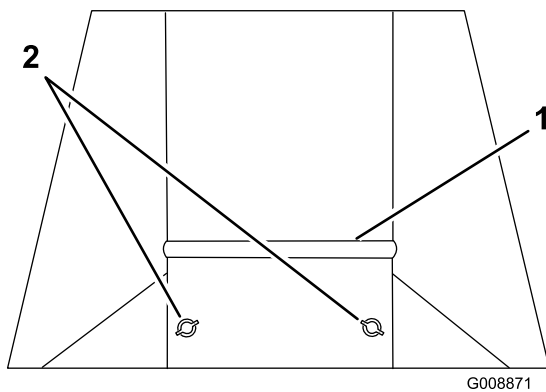

Bild 9
2. Lösen Sie die 2 Muttern an der Rasenzustandsplatte und schieben Sie die Platte nach oben, wenn Sie kurzes, trockenes Gras schneiden. Schieben Sie die Platte nach unten, wenn Sie langes, feuchtes Gras schneiden (Bild 9).